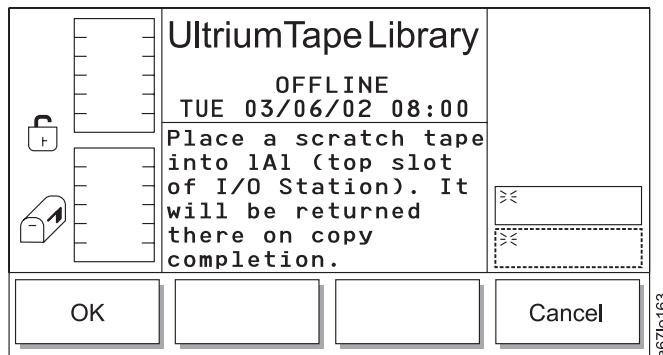

Abbildung 106. Dialog zum Kopieren eines Speicherauszugs
- Wird **Copy Dump** ausgewählt, erscheint der Dialog zum Kopieren eines Speicherauszugs (siehe Abb. 106 auf Seite 127).
Tabelle 55. Übersetzung von Abb. 106, Dialog zum Kopieren eines Speicherauszugs